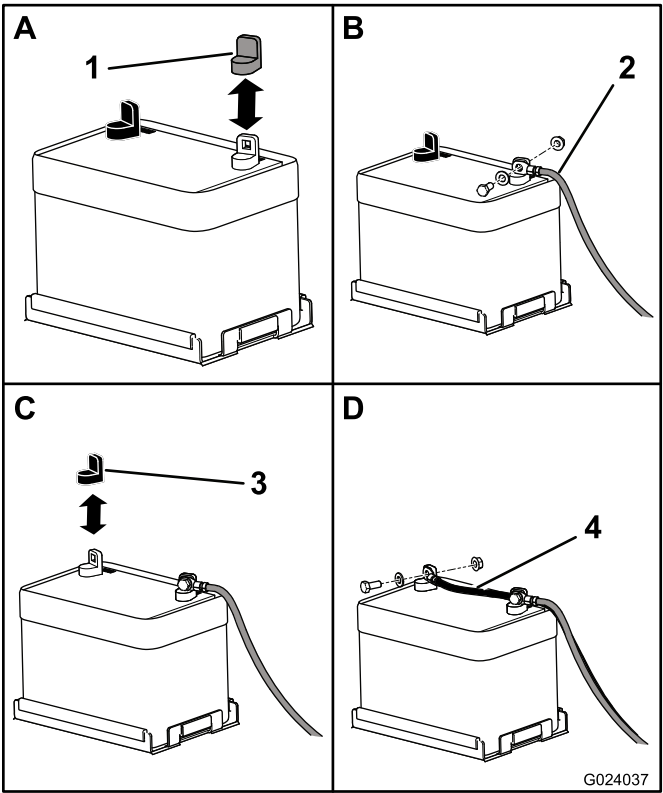

Figura 4
1. Retire la cubierta de plástico rojo del borne positivo de la batería (Figura 4).